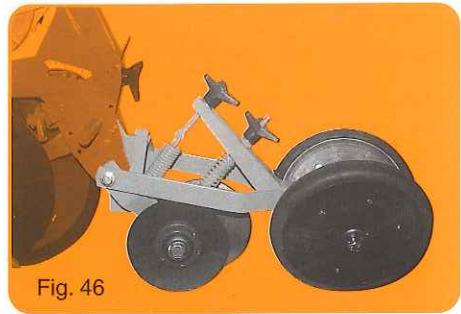

Fig. 46
- Blocs arrières à disques (fig. 46).
- Schrägandruckrollen mit Zwei Säscscheiben (fig. 46)
- Rear unit with two discs Ø 200 (fig. 46).